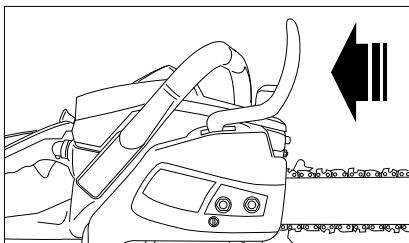

Рис. 4
2. Встановіть щиток гальма ланцюга в робоче положення, потягнувши важіль на себе. Переконайтесь, що ланцюг обертається навколо шини (рис. 4).